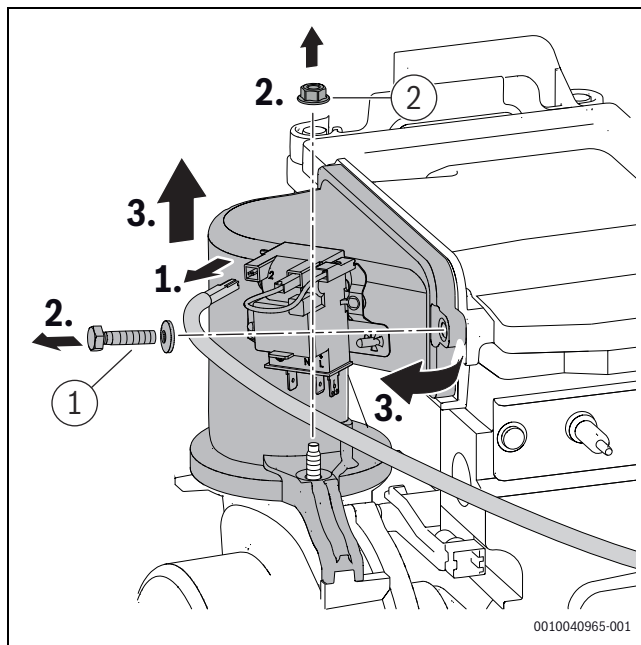

Bild 216 Mischeinrichtung ausbauen
- Schraube und Mutter ([1] und [2], Bild 216) an der Mischeinrichtung mit 5,5+0,5 Nm festziehen.